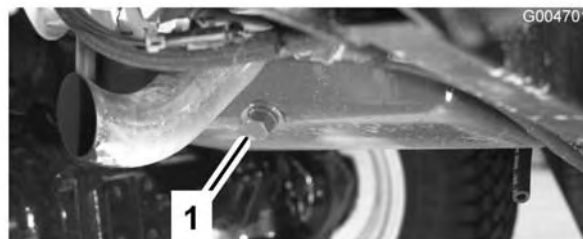

Figura 48
1. Togliete un tappo di spurgo (Figura 48) e lasciate defluire l'olio in una bacinella. Quando l'olio cessa di defluire, rimontate il tappo.